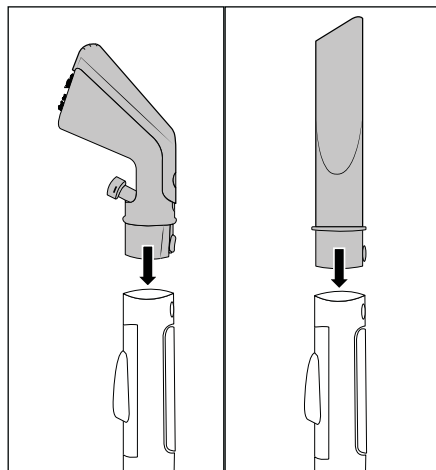

Fig. 3
- ◆ Inserire la bocchetta per imbottiture **22** o la bocchetta per giunti **29** nel flessibile di spruzzo/aspirazione **19** finché il tasto di blocco **25/62** non s'innesta (vedere fig. 3).